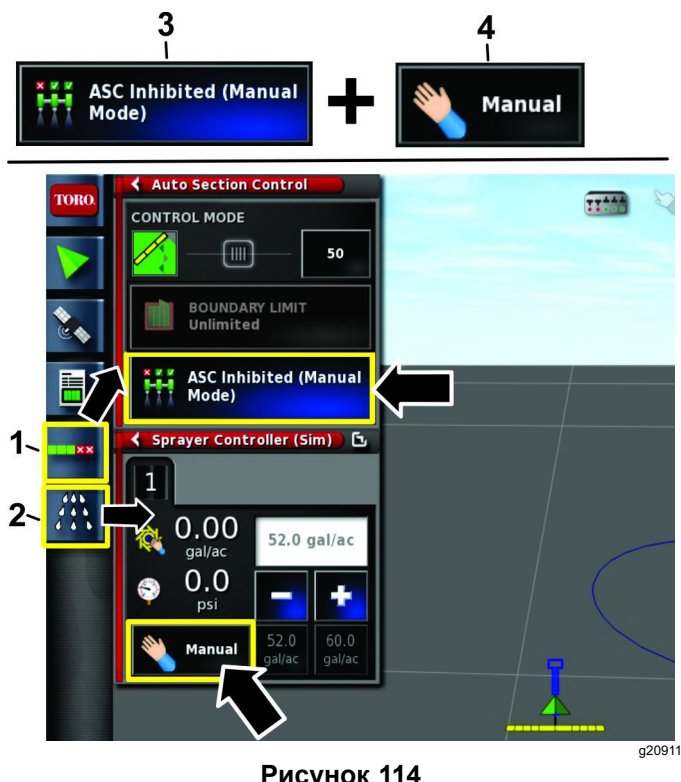

Рисунок 114
1. Нажмите на значок настройки автоматического управления секциями и значок контроллера опрыскивателя (Рисунок 114).
2. Установите управление нормой внесения в положение «Ручной режим» (Рисунок 114).